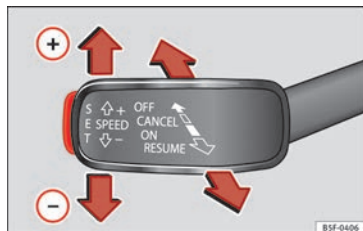

Fig. 48 A sinistra del piantone dello sterzo: terza leva per l'uso del GRA.
- Collegamento del GRA: posizionare la terza leva su **ON** » **fig. 48**. Il sistema si accende ma non effettua la regolazione poiché non è programmata alcuna velocità.
- Attivazione del GRA: premere il tasto **SET** » **fig. 48**. Memorizza e regola la velocità attuale.
- Disattivazione temporanea del GRA: muovere la leva fino a **CANCEL** » **fig. 48** e rilasciarla o schiacciare il freno. La regolazione si scollega temporaneamente.
- Collegare nuovamente il GRA: muovere la leva fino a **RESUME** » **fig. 48** e rilasciarla. La velocità memorizzata verrà conservata e regolata nuovamente.
- Disattivazione del GRA: portare la terza leva nella posizione **OFF** » **fig. 48**. Il sistema si disattiva e la velocità memorizzata si cancella.